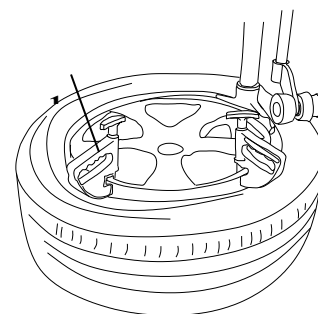

Fig 26
2. Montez le talon supérieur du pneu à l'arrière de la tête de démontage / montage et en dessous de l'avant de la tête de démontage / montage, déplacez le bras de pression vers la droite et s'assurer qu'il est verrouillé, ensuite tirez la poignée D vers le bas pour faire le rouleau C, G pour appuyer le talon supérieur pour le positionner sous le démontage / tête de montage. Verrouillez le bloc de pression 1 sur le bord de la jante, tournez le plateau tournant, et terminez le montage du pneu. Fig 26